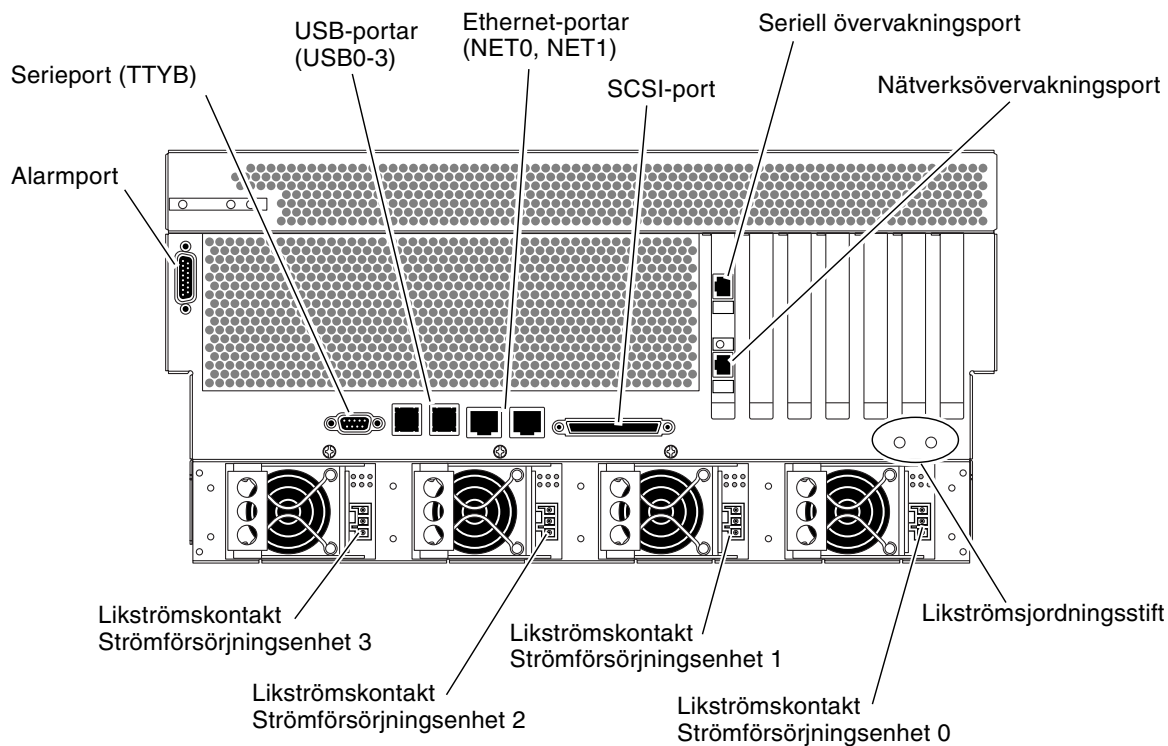
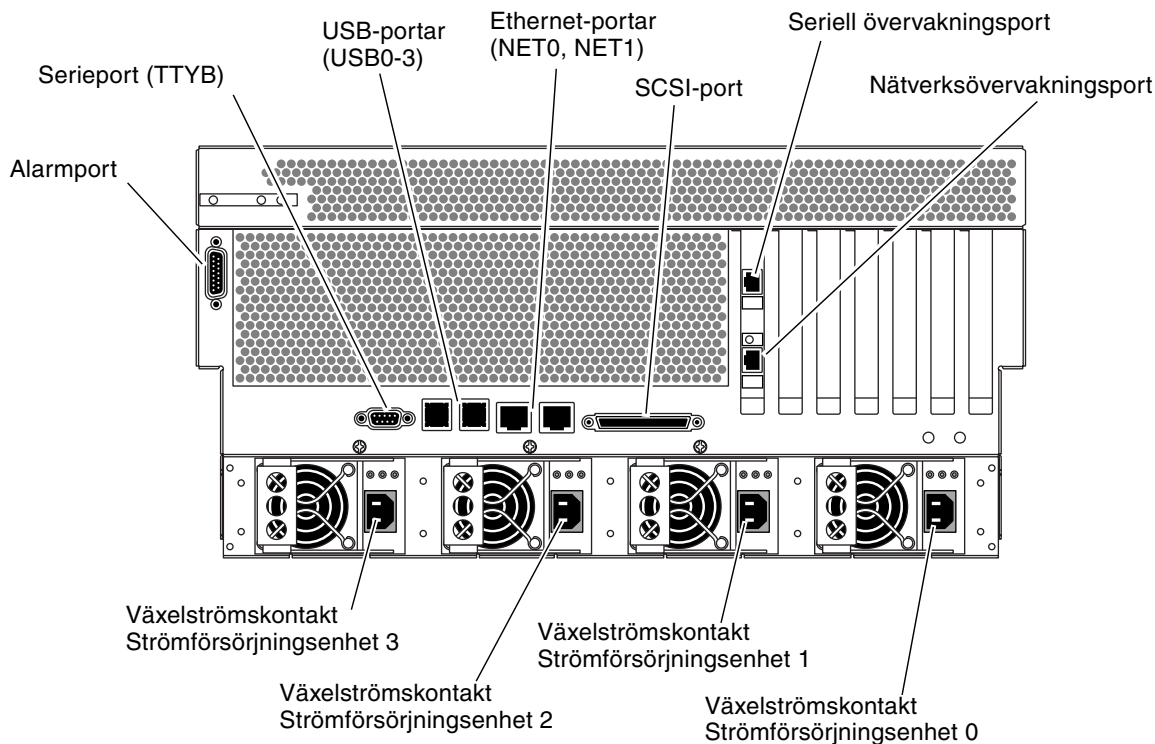

BILD 4-1 Funktioner på bakre panel (likströmsversion)
BILD 4-2 Funktioner på bakre panel (växelströmsversion)
BILD 4-1 visar baksidan till likströmsversionen av Netra 440 och identifierar kontakterna på strömförsörjningsenheterna för likström och I/O-portarna. BILD 4-2 visar baksidan till växelströmsversionen av Netra 440 och identifierar kontakterna på strömförsörjningsenheterna för växelström och I/O-portarna.
2. Gå till baksidan av servern och lokalisera chassits två jordningsstift för likström (se BILD 4-1).
Se BILD 4-1 för information om var portarna sitter. I följande avsnitt tas stiftet på de olika portarna upp.